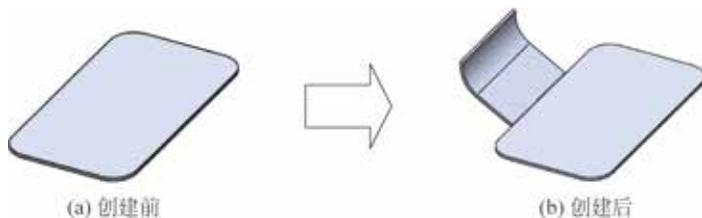
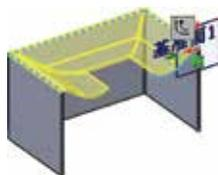

图 5.30 斜接法兰
图 5.34 多条边线
下面以创建如图 5.30 所示的钣金为例，介绍创建斜接法兰的一般操作过程。
-  文本框：用于显示斜接法兰的附着边。可以是单条边线，如图 5.30 (b) 所示，也可以是多条边线，如图 5.34 所示。